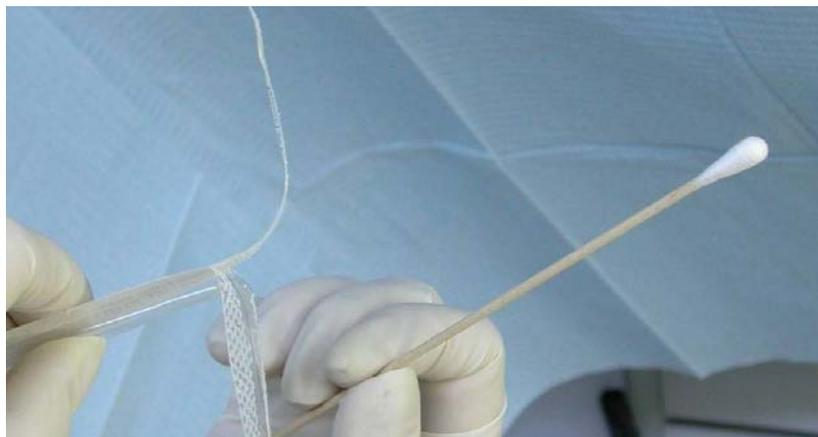

Figura 4. Escobillón estéril o hisopo.
**Escobillón estéril o hisopo.** Se usa en la toma de muestras y para sembrar las bacterias con las que se realiza el antibiograma. Es de plástico y desechable (Figura 4).